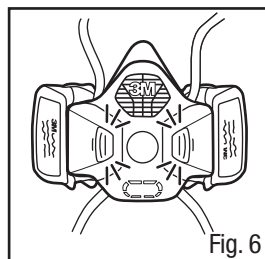

Fig. 6
2. Pousser la cartouche dans le connecteur jusqu'à ce qu'on entende un « clic » et que le bouton de dégagement bleu de la cartouche/du filtre retourne à sa position initiale (Fig. 6).